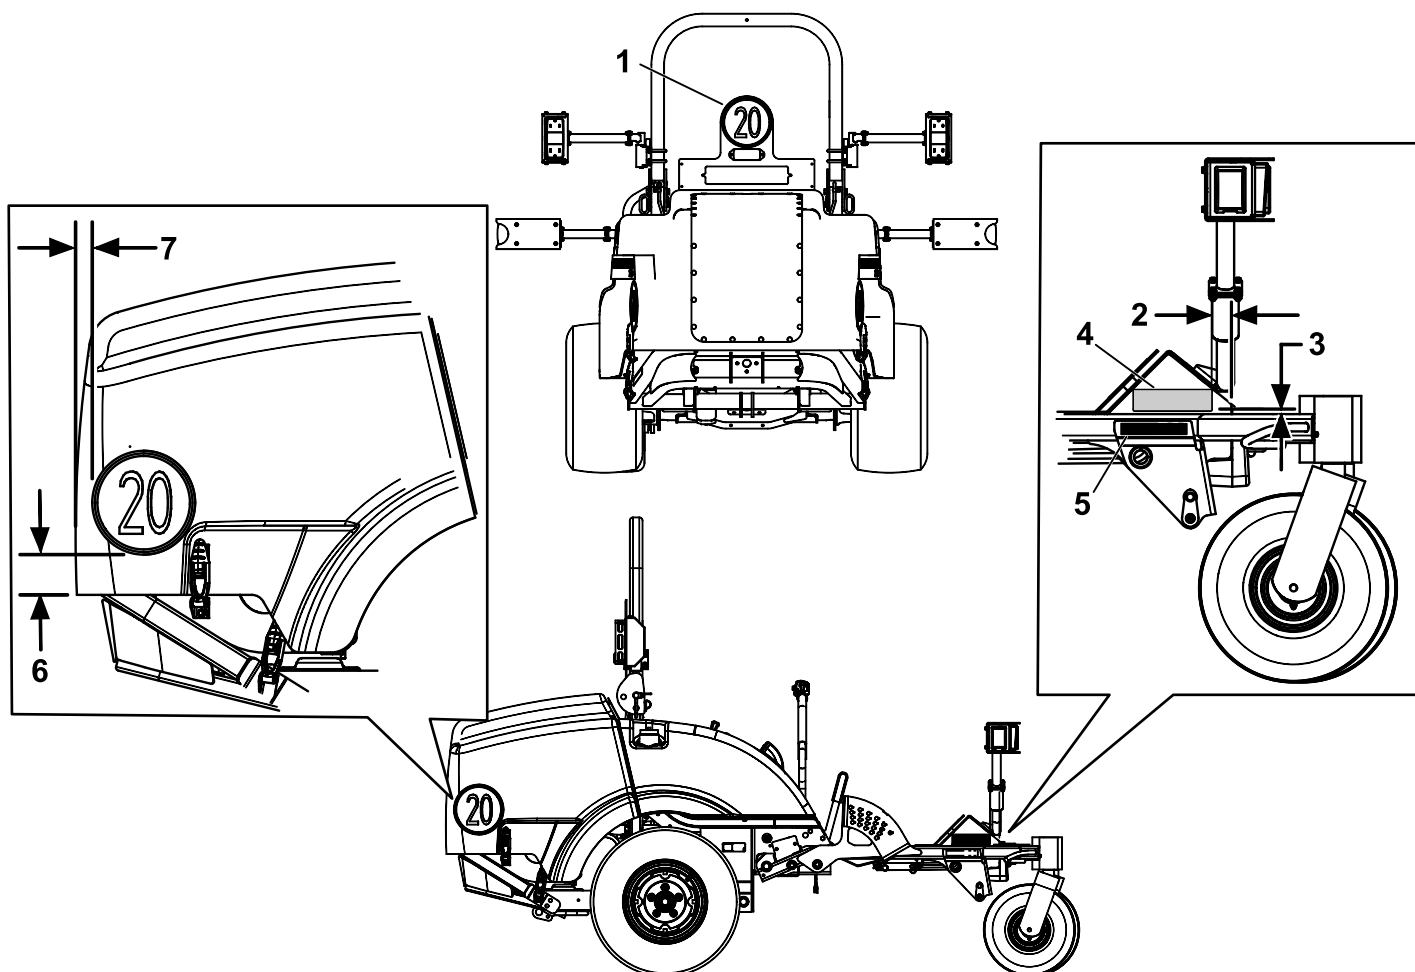

Figura 17
1. Applicare gli adesivi 20 kmp come mostrato nella Figura 17.
2. Applicare la targhetta del numero di serie come illustrato nella Figura 17.
3. Stampigliare la data sul fianco del telaio metallico, nella zona illustrata nella Figura 17.